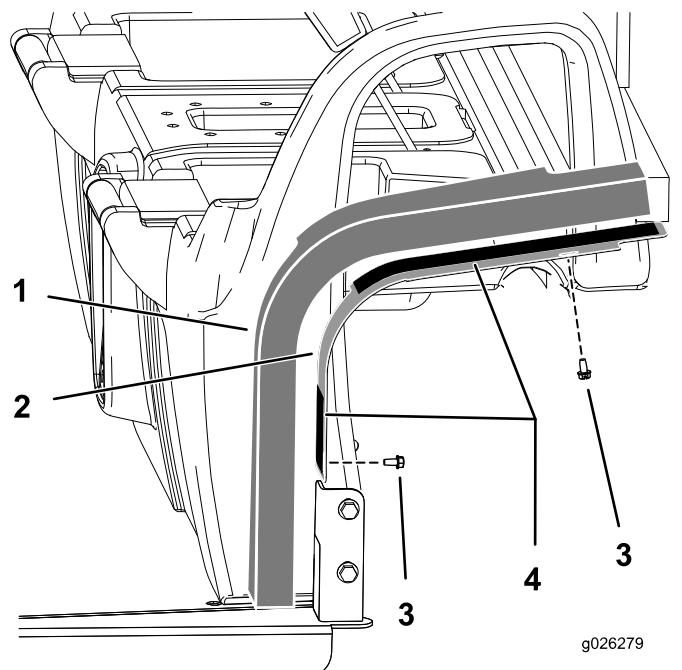

図 7
1. キャブに取り付けプレートを固定するボルト1/4インチ4本を使い、図7に示すように取り付ける。
3. 取り付けプレートに張り付けてある両面テープの裏紙をはがす図7。
4. 発泡樹脂パネルをアセンブリに貼り付ける図7。